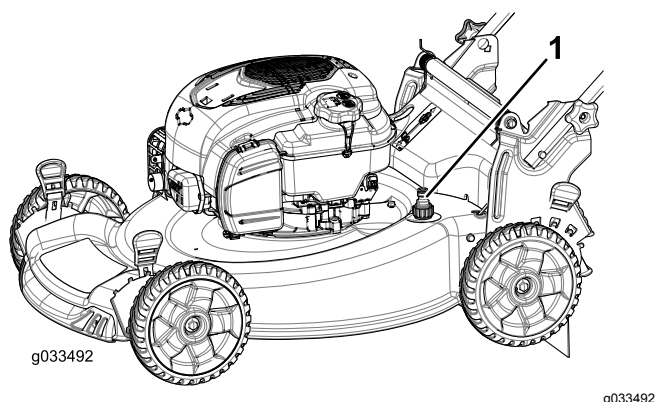

Figure 34
5. Branchez un tuyau d'arrosage, relié à une arrivée d'eau, au raccord de lavage (Figure 34).